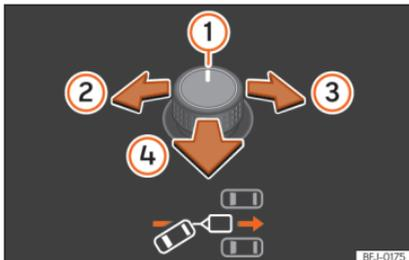
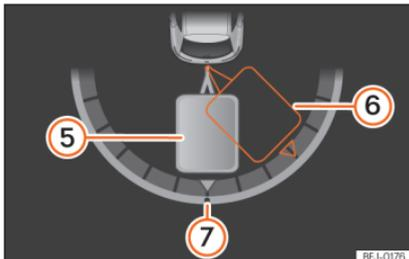

Abb. 207 Drehknopf für die Außenspiegel: Ausrichtung des Anhängers einstellen.
Abb. 208 Bildschirm des Kombi-Instruments: Rückwärtsfahren.
Legende zu **Abb. 207**, **Abb. 208**:
- Schalter kippen, bis die gewünschte Richtung erreicht ist **» Abb. 207**. Im Display des Kombi-Instruments erscheint zur Orientierung eine Darstellung des Gespanns in der aktuellen Position **» Abb. 208**.